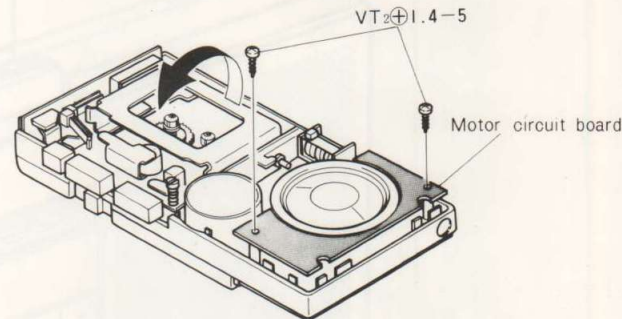

Fig. 4
1) Remove 2 screws and raise the chassis in the direction shown by the arrow to remove it. (See Figure 4).
1) Twee schroeven losdraaien en het chassis oplichten in de door de pijl aangegeven richting om het te kunnen verwijderen (zie Fig. 4).
1) Dévisser deux vis et soulever le châssis de la façon indiquée en Fig. 4.
1) Togliere le 2 viti e sollevare il telaio nella direzione disegnata dalla freccia (vedere Fig. 4).